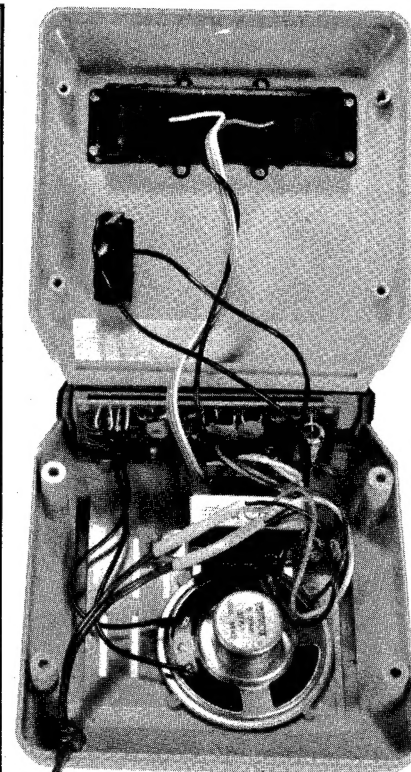

FIGURA 12
8. Introduza o visor de acrílico na peça inferior da caixa e o módulo MA 1023A em seus encaixes apropriados (figura 12);